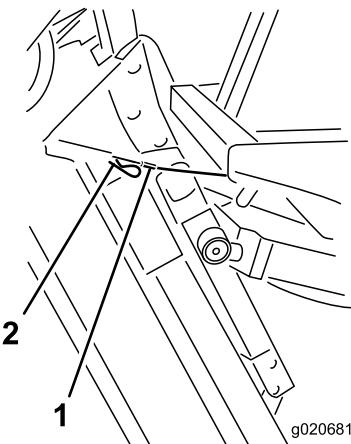

Figura 86
6. Mantenendo l'apparato di taglio verticale, fate passare l'estremità del cavo sopra il perno del braccio di sollevamento dell'apparato e fissate il cavo con la coppiglia (Figura 86).